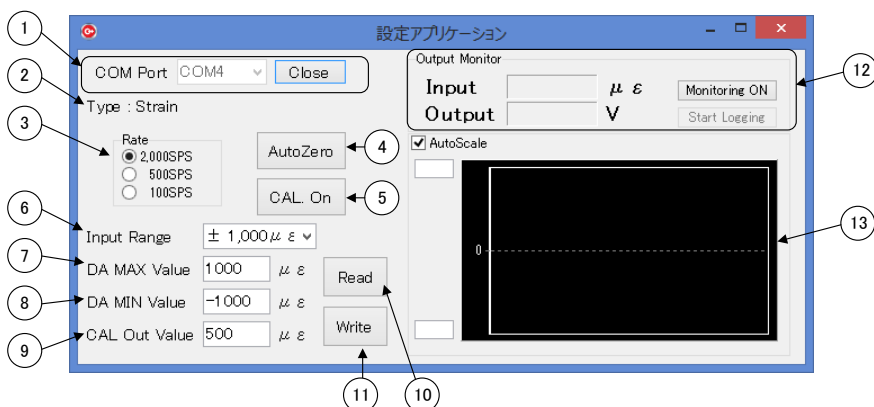
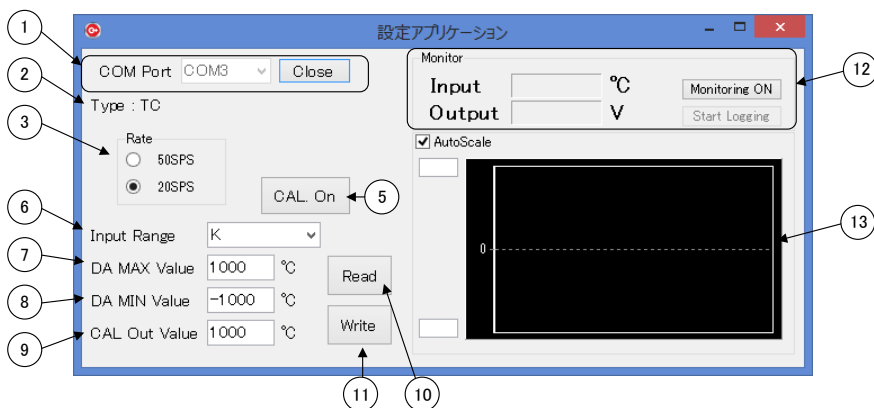

図16 アプリケーション画面(S-dAMP)
図17 アプリケーション画面(F-dAMP)
**C-sdAMP** と設定アプリケーションのインストールされたPCとをシリアル／USB変換器を介して接続し、本体に電源が供給されている状態で設定アプリケーション「csdamp\_app.exe」を起動します(図16、図17)。本体と通信を行うためには起動後にまず本体の接続されているUSB仮想COMポートをオープンしてください。COMポートをオープンしたときに設定アプリケーションは接続されている**C-sdAMP**のセンサ入力タイプを認識します。